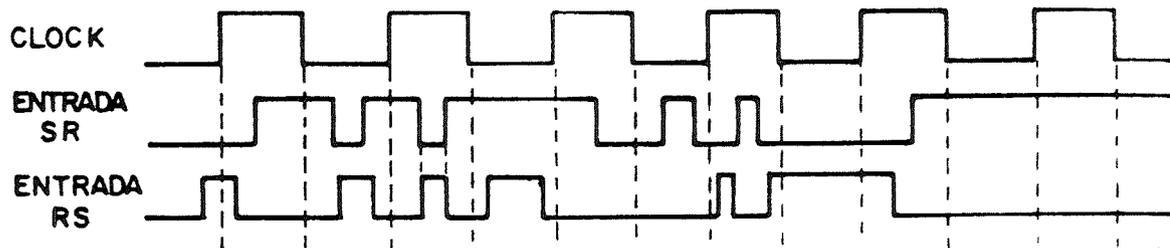

Figura 1.
2) Na figura 1 considere que R é a entrada D de um FF tipo D sensível à nível (alto). Desenhe a forma de onda para as saídas Q e \bar{Q} .